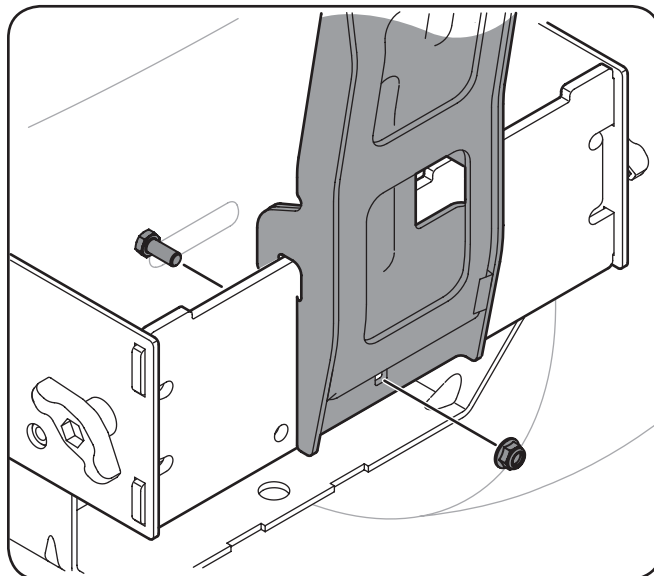

Figura 4-8
3. Asegure el soporte vertical para el conjunto de montaje con un "perno de 5/16 (710 hasta 0376) y la brida de la tuerca lleno (712-04063) con el kit de montaje 689-00080A. Vea la Figura 4-8.